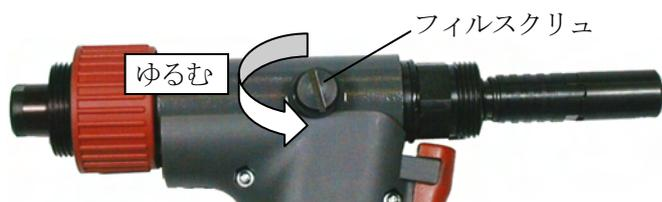

図7-14
- (9) 油圧オイルの注入が完了した後、エアピストンアセンブリとチャンバを組み付けます。組み付ける前に、チャンバの内側にグリスを塗付してください。組み付けは分解と逆の手順で行ってください。
- (10) マイナスドライバーでフィルスクリュを緩め、余分な油圧オイルと空気(気泡)を除去してください。油圧オイルが出なくなるまで放置した後、フィルスクリュを締め付けてください。(図7-14)